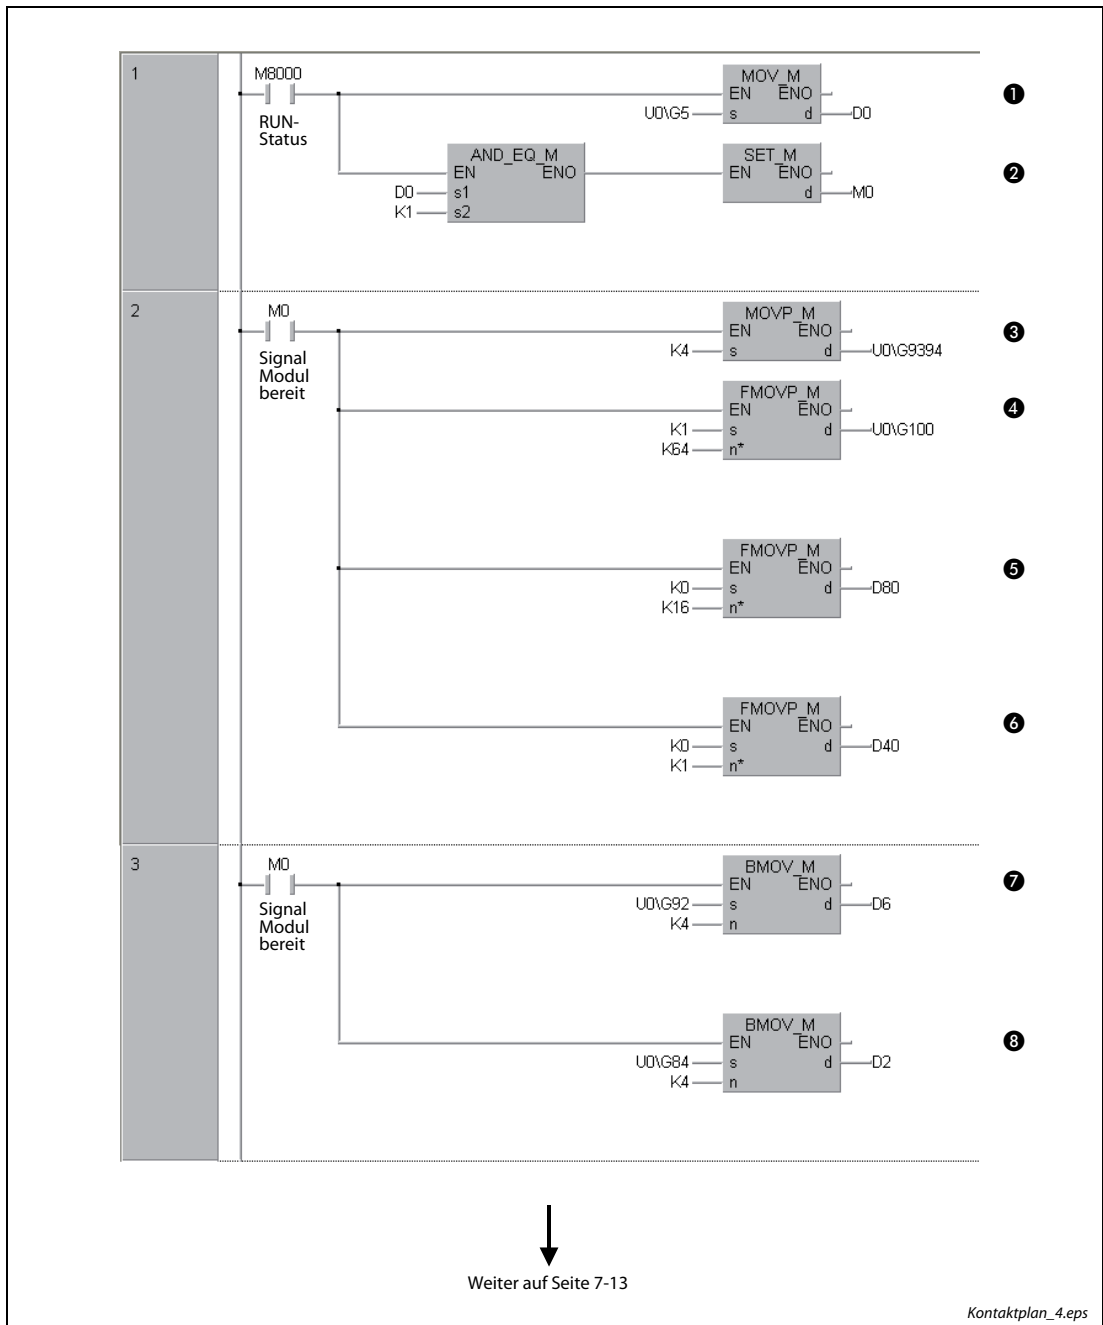

Abb. 7-11: Kontaktplan des Beispielprogramms mit dem GX IEC Developer (1)
①	Warten, bis die Initialisierung des Moduls 64DP-M abgeschlossen ist (BFM # 5: Signal Modul bereit).
②	Das Signal Modul bereit (READY) ist eingeschaltet.
③	Einstellung der Verzögerungszeit auf 4 Sekunden (K4).
④	Der Merker für die Anforderung zyklischer Eingangsdaten für den ersten Einleseprozess wird aktiviert (EIN).
⑤	Die ersten Ausgangsdaten für DP-Slave-Station Nr. 1 werden geschrieben (D80)
⑥	Die ersten Ausgangsdaten für DP-Slave-Station Nr. 2 werden geschrieben (D40)
⑦	Die Merker für Aktivierung/Deaktivierung der Konsistenz zyklischer Ausgangsdaten werden aus BFM #92-#95 gelesen.
⑧	Die Merker für Aktivierung/Deaktivierung der Konsistenz zyklischer Eingangsdaten werden aus BFM #84-#87 gelesen.
Tab. 7-4: Beschreibung des Kontaktplans in Abb. 7-11 (1)